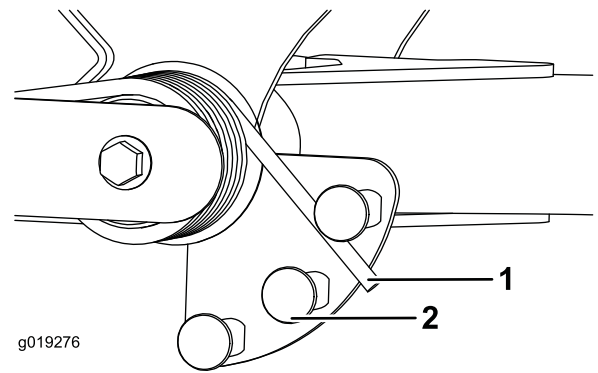

図 33
2. スプリングの長い方の端部にチューブのようなものを取り付けて、スプリングアクチュエータの周囲に巻きつけるようにして希望位置にセットする 図 33。